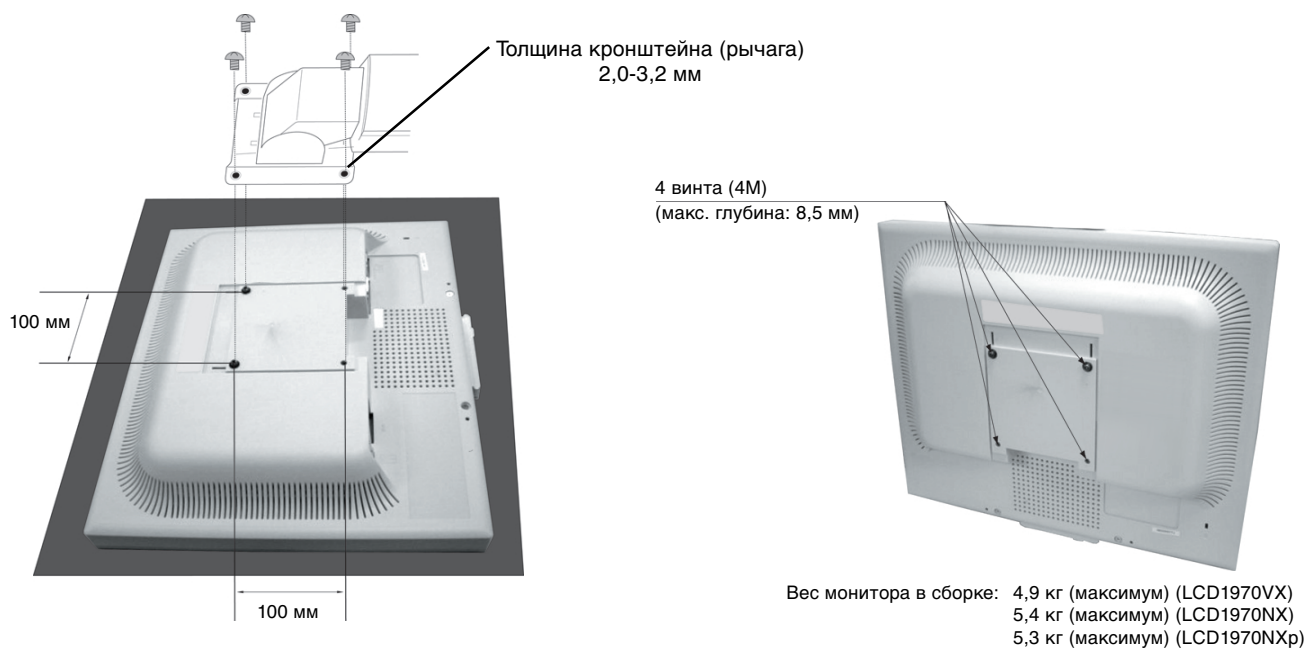

Рисунок F.1
2. Прикрепите кронштейн к монитору с помощью 4 винтов, которые остались после снятия подставки (**Рисунок F.1**).